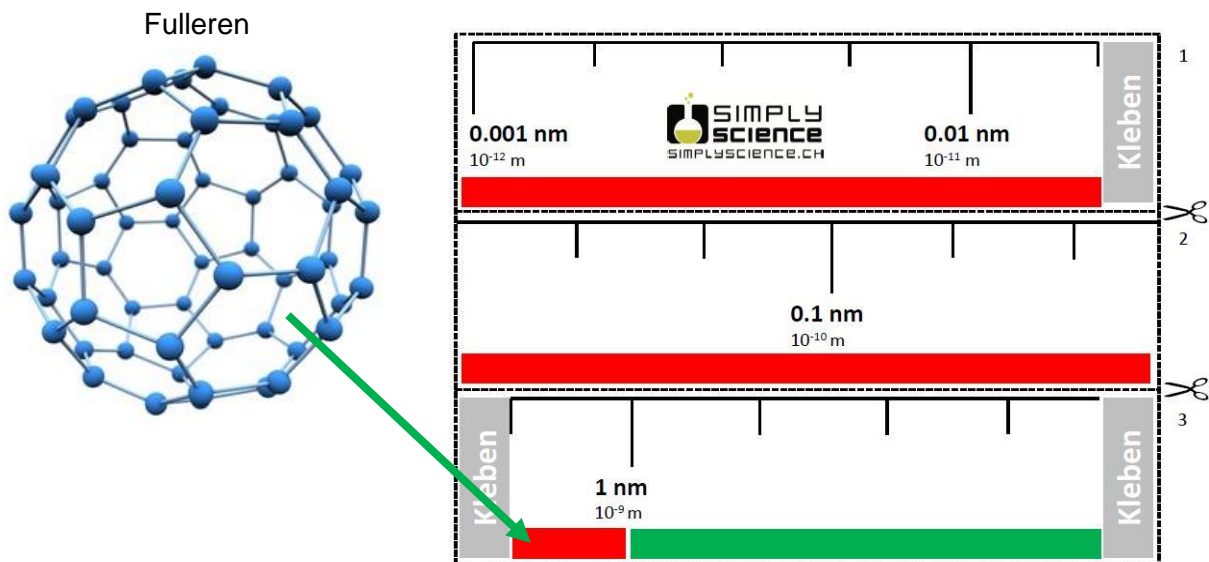

Abbildung 1: Nanometer-Massstab mit Bild von Fulleren.
4. Befestigt die Bilder entlang des Nanometer-Massstabs mit Magneten oder Stecknadeln, dass sie der korrekten Grössendimension (z.B. 0.001 mm - 1 mm, rot) auf dem Nanometer-Massstab zugeordnet sind (siehe Abbildung 1).